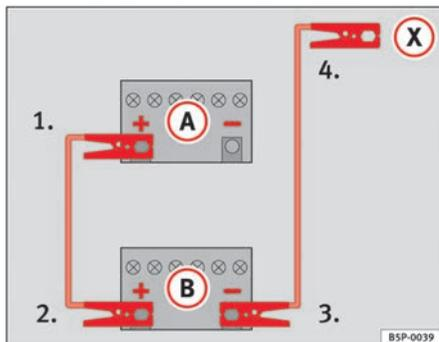

Abb. 180 Schema für das Anklemmen der Starthilfekabel
In der ⇒ Abb. 180 ist (A) die entladene Batterie und (B) die stromgebende Batterie.
- 1. Klemmen Sie ein Ende des roten Starthilfekabels an den Pluspol ⇒ Abb. 180 (+) des Fahrzeugs mit der entladene Batterie ⇒ !.
- 4. Klemmen Sie das andere Ende des schwarzen Starthilfekabels (X) beim Fahrzeug mit der entladene Batterie an ein massives, fest mit dem Motorblock verschraubtes Metallteil oder an den Motorblock selbst an, jedoch nicht in der Nähe der Batterie ⇒ !.